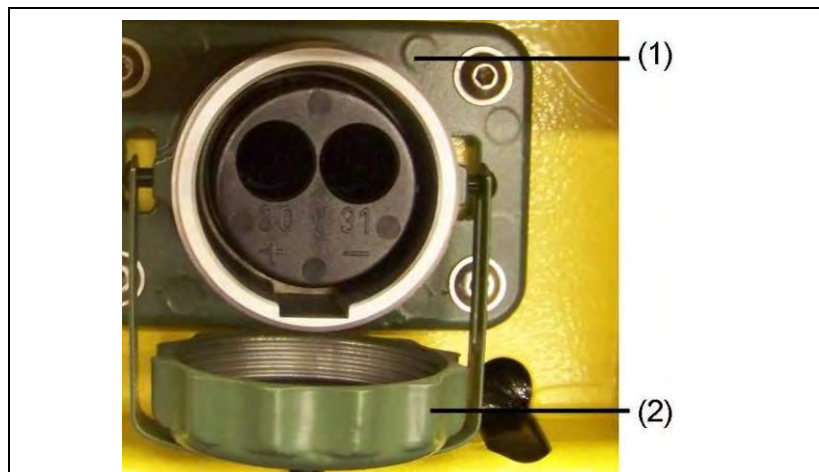

Abb. 5-6: Fremdstartereinrichtung anschließen
1. Abdeckung (Abb. 5-6-(2)) der Fremdstartsteckdose (Abb. 5-6-(1)) abschrauben.